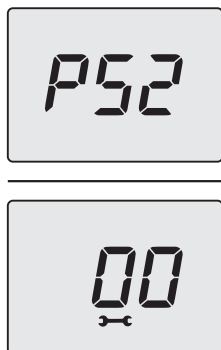

Figura 5.17
- Premere per 1 sec. il tasto 14 per entrare nel parametro selezionato. Il display visualizzerà quanto segue (Figura 5.17).